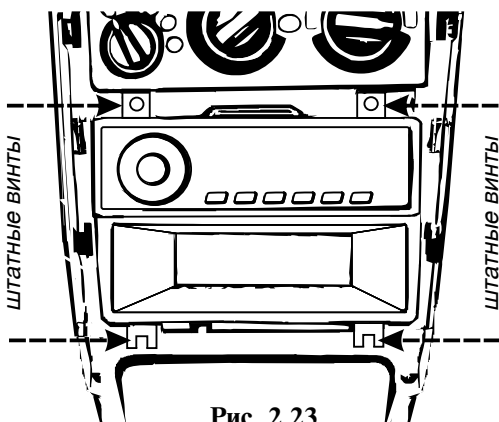

Рис. 2.23
2. Открутите четыре штатных винта, рис. 2.23, удерживающие металлический блок с отделениями для магнитолы и перчаточного ящика.